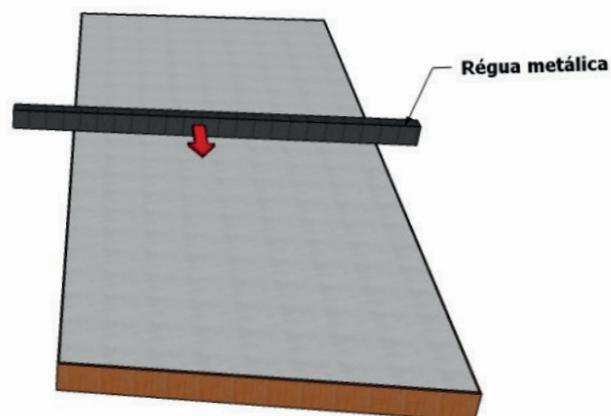

Fig. 9 - Acabamento da argamassa
- Promover o acabamento com régua metálica (fig. 9);